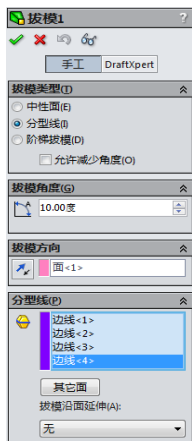

图 3-121 “拔模”属性管理器
**08** 执行拔模命令。在菜单栏中选择“插入”→“特征”→“拔模”命令, 或者单击“特征”工具栏中的“拔模”图标按钮, 此时系统弹出如图 3-121 所示的“拔模”属性管理器。